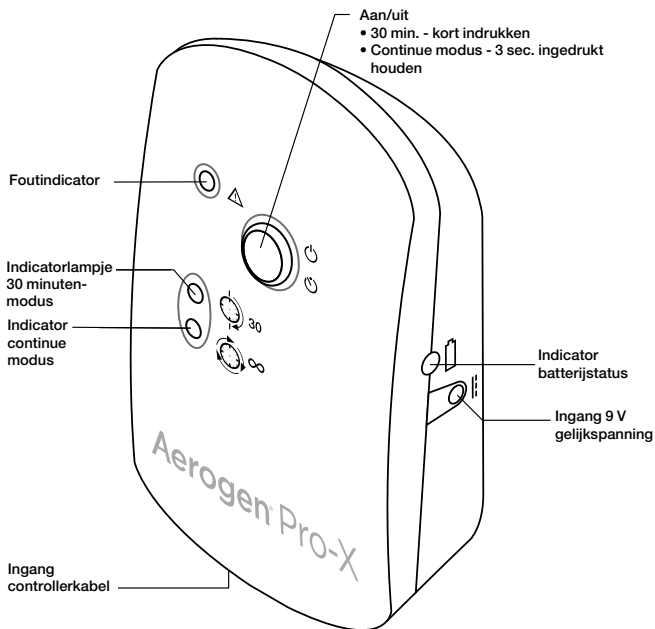

Afbeelding 3. Configuraties van de Aerogen Pro-X-controller en universele montagebeugel
7. Gebruik de universele montagebeugel om de controller in verticale of horizontale positie aan een infuusstandaard of bedrail te bevestigen (Afbeelding 3).
8. Indien een standaard apparaatuursteen aanwezig is, dient de apparaatmontageadapter te worden gebruikt om de controller te ondersteunen (Afbeelding 3).